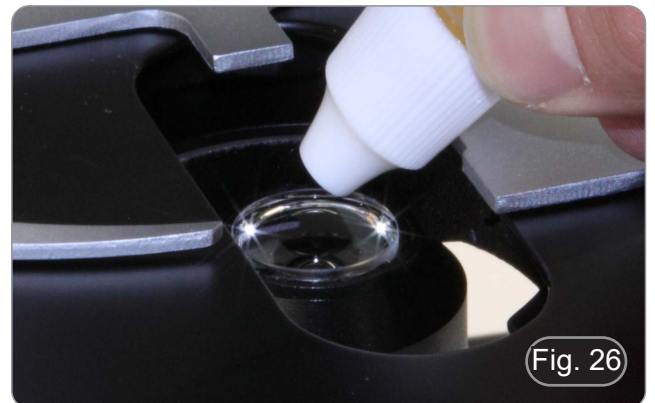

Fig. 26
4. Remova a lâmina e coloque uma gota de óleo (fornecido) na lente frontal do condensador. (Fig. 26)